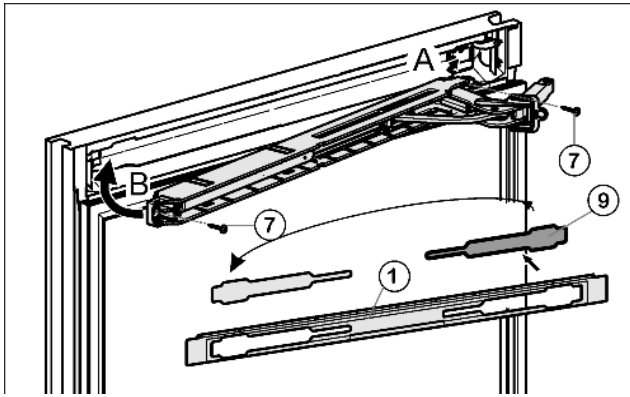

Fig. 16
- ▶ Détacher le cache Fig. 16 (9) du panneau Fig. 16 (1) et le remettre en place de l'autre côté.
- ▶ Encliqueter l'unité supérieure de l'amortisseur de fermeture avec l'articulation du côté charnière (A) et la guider pour la repositionner (B).
- ▶ Visser à fond l'unité de l'amortisseur de fermeture (2 vis Torx 15) Fig. 16 (7).